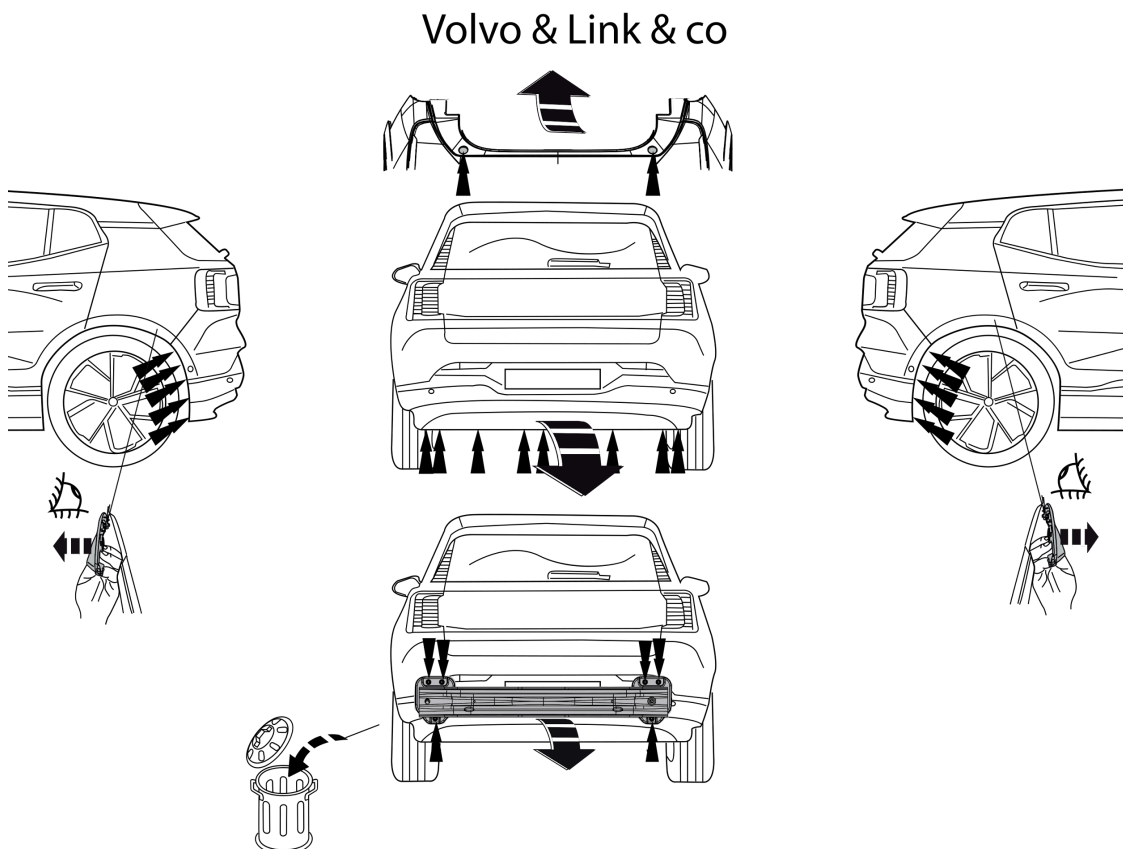

Fig. 1
1. Hinweis (soweit erforderlich): Die Rücklichter abmontieren. Siehe Abbildung 1 & 2.
2. Die Stoßstange einschließlich den Stoßfängertträger und den Stoßbalkens vom Fahrzeug abmontieren. Der Stoßbalken wird nicht mehr benötigt. Siehe Abbildung 1 & 2.